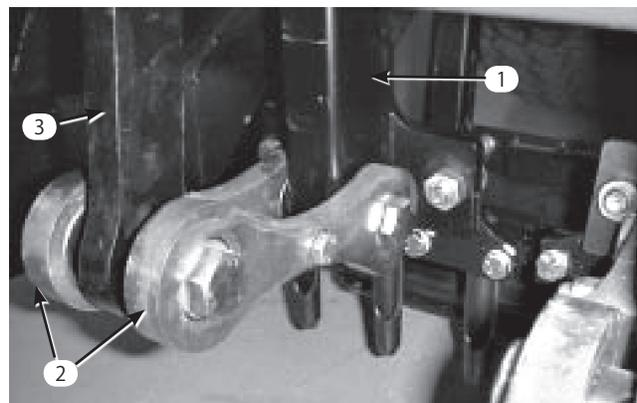

図33
6. タイン・アームの下部またはロタリンク・アームを下部リンクに固定しているネジ等を外す (図33)。タイン・アームと、フレームのスロットを整列させ、クランク・ピンを抜き取る。
7. 再組み立てを確実にを行うために、エアレータのエンド・カバーの位置をフレームにマークしておく (図33)。